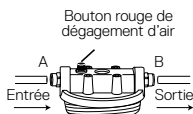

Figure 6
7. Insérez la ligne d'alimentation en eau dans le port marqué "entrée (IN)" (voir Figure 6, A) et insérez la ligne du robinet au port marqué "sortie (OUT)" (voir Figure 6, B). En vous référant à la section "Utilisation de raccords à pression", insérez le tubage en plastique dans les raccords, en vous assurant que le bout du tubage est bien logé dans la butée.